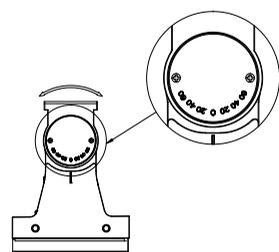
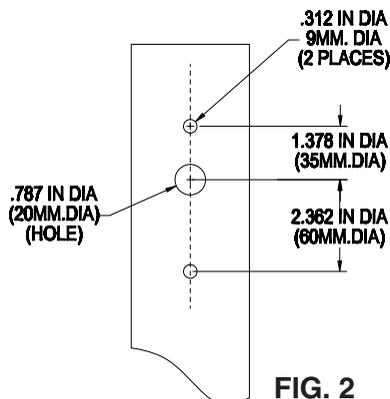
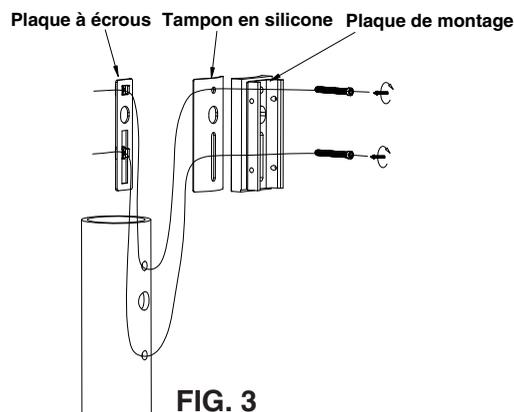

FIG. 1
FIG. 2
FIG. 3
Ce luminaire peut être monté sur un poteau à l'aide de la plaque adaptatrice de montage comprise. Le bras flexible peut être orienté de 0 à 60° vers le haut ou vers le bas par incréments de 20° (voir la **FIG. 1**). La plaque de montage a un modèle à fentes qui couvre beaucoup de modèles de fentes sur les poteaux, l'installation sera effectuée en conformité avec la **FIG. 3**. Au cas où il n'y a pas de modèle de fentes ou si les fentes sont en dehors de l'intervalle de fentes sur le poteau, percez des trous en conformité avec le modèle dans la **FIG. 2**.
1. Serrez la plaque à écrous et l'adaptateur sur le poteau. (voir la **FIG. 3**)
Ce luminaire peut être monté sur un poteau à l'aide de la plaque adaptatrice de montage comprise. La plaque de montage a un modèle à fentes qui couvre beaucoup de modèles de fentes sur les poteaux, l'installation sera effectuée en conformité avec la FIG. 3. Au cas où il n'y a pas de modèle de fentes ou si les fentes sont en dehors de l'intervalle de fentes sur le poteau, percez des trous en conformité avec le modèle dans la FIG. 2.
1. Serrez la plaque à écrous et l'adaptateur sur le poteau. (Voir la FIG. 3)